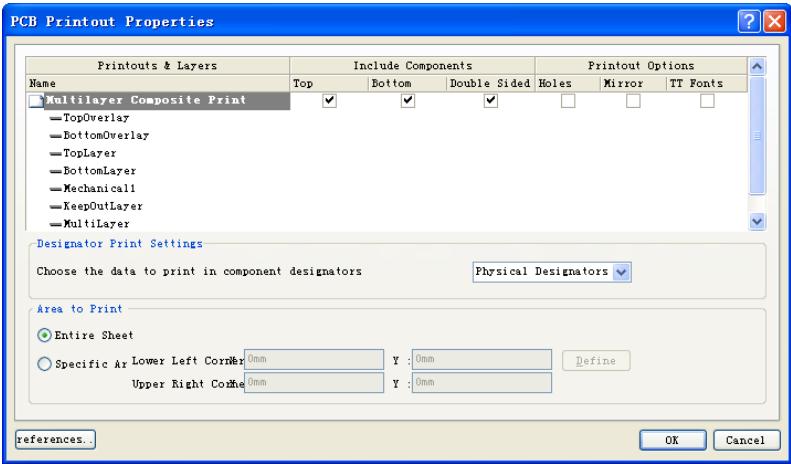
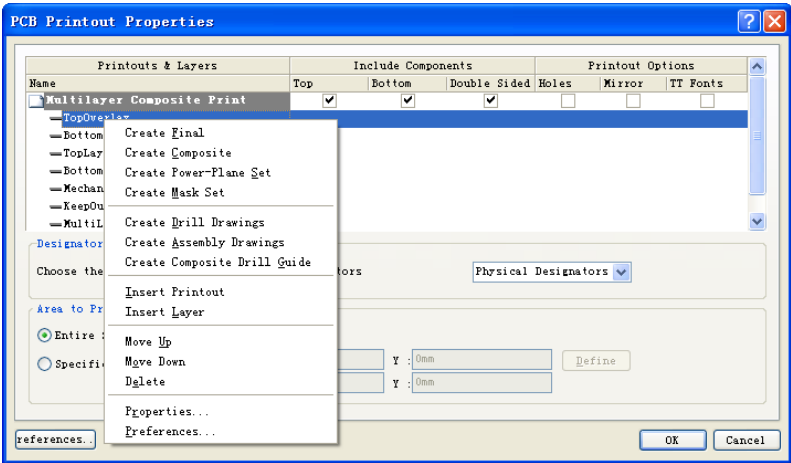
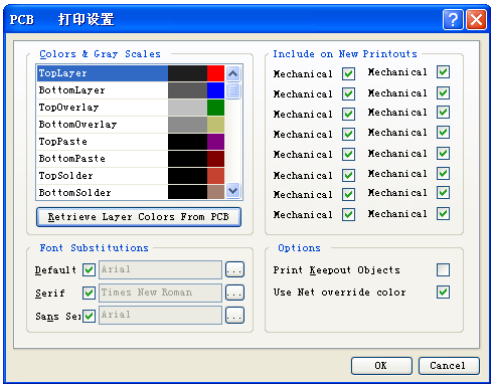

图 10-39 “PCB Printout Properties”对话框
图 10-40 右键快捷菜单
图 10-41 “PCB 打印设置”对话框
Step5 单击“高级”按钮，弹出如图 10-39 所示的“PCB Printout Properties（PCB 图层打印输出属性）”对话框。在该对话框中，显示了图 10-27 中 PCB 电路板图所用到的工作层。右击图 10-39 中需要的工作层，在弹出的右键快捷菜单中单击相应的命令，如图 10-40
Step6 在如图 10-39 所示的“PCB Printout Properties (PCB 图层打印输出属性)”对话框中，单击“Preferences (参数)”按钮，系统将弹出如图 10-41 所示的“PCB 打印设置”对话框，在该对话框中设置打印颜色、字体，设置完毕单击“OK”按钮，关闭对话框。